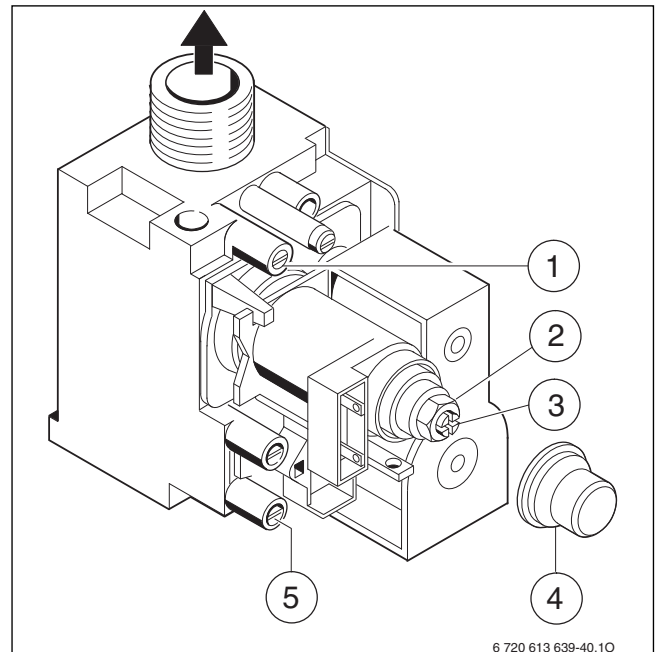

Bild 35 Gasarmatur
- ▶ Dichtschaube am Mess-Stutzen für Düsendruck (→ Bild 35, [1]) lösen und U-Rohrmanometer anschließen.
- ▶ Abdeckung (→ Bild 35, [4]) entfernen.
- ▶ Für „max“ angegebenen Düsendruck (mbar) aus Tabelle Seite 46 entnehmen. Düsendruck über Einstellschraube max. Gasmenge (→ Bild 35, [2]) einstellen. Rechtsdrehung mehr Gas, Linksdrehung weniger Gas.
- ▶ Für „min“ angegebenen Düsendruck (mbar) aus Tabelle Seite 46 entnehmen. Düsendruck über Einstellschraube min. Gasmenge (→ Bild 35, [3]) einstellen.
- ▶ Dichtschaube am Mess-Stutzen für Gas-Anschlussfließdruck (→ Bild 35, [5]) lösen und Druckmessgerät anschließen.
- ▶ Für „max“ angegebene Gasdurchflussmenge aus Tabelle Seite 46 entnehmen. Gasdurchflussmenge über Gaszähler an Einstellschraube max. Gasmenge (→ Bild 35, [2]) einstellen. Rechtsdrehung mehr Gas, Linksdrehung weniger Gas.
- ▶ Für „min“ angegebene Gasdurchflussmenge aus Tabelle Seite 46 entnehmen. Gasdurchflussmenge über Gaszähler an Einstellschraube min. Gasmenge (→ Bild 35, [3]) einstellen.